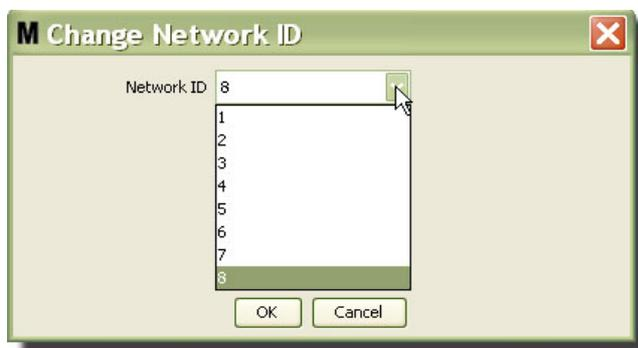

FIG. 85
3. Dal menu a discesa dei numero ID rete disponibili, selezionare il numero ID rete assegnato alla propria posizione (FIG. 85). Fare clic su OK per chiudere la schermata e salvare le modifiche.